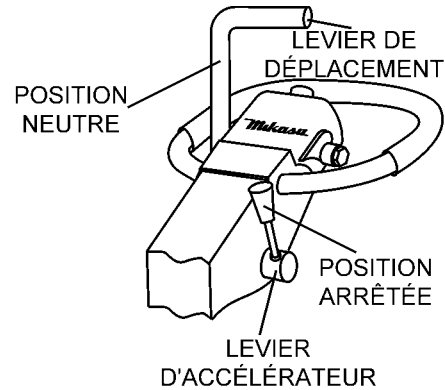

**Figure 19. Levier de déplacement**
3. Pour déplacer le compacteur dans la direction avant, poussez le levier de déplacement (Figure 19) vers l'avant.
4. Pour déplacer le compacteur dans la direction opposée, tirez le levier de déplacement (Figure 19) vers l'arrière.